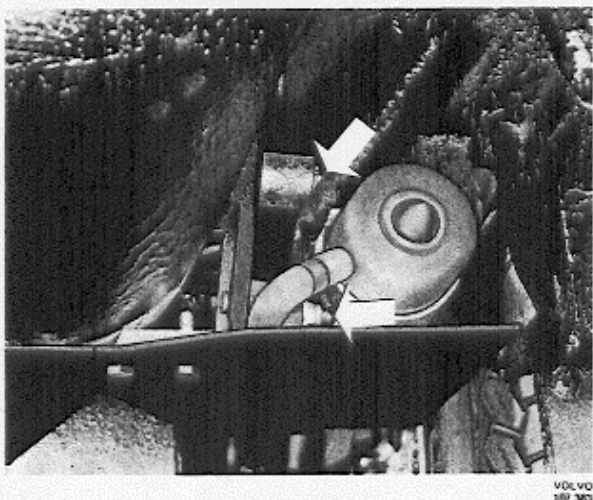

Abb. 2-3. Ausbau der Kraftstoff-Förderpumpe
3. Schlauchleitungen zur Pumpe mit Quetschklemmen (2901) abklemmen, siehe Abb. 2-3. Schlauchschellen lösen und Schläuche abnehmen.
2. Schlauchleitungen zur Pumpe mit Quetschklemmen (2901) abklemmen, siehe Abb. 2-3. Schlauchschellen lösen und das Filter hernehmen. **Hinweis!** Darauf achten, daß das Filter mit dem Pfeil in Durchflußrichtung eingebaut wird.